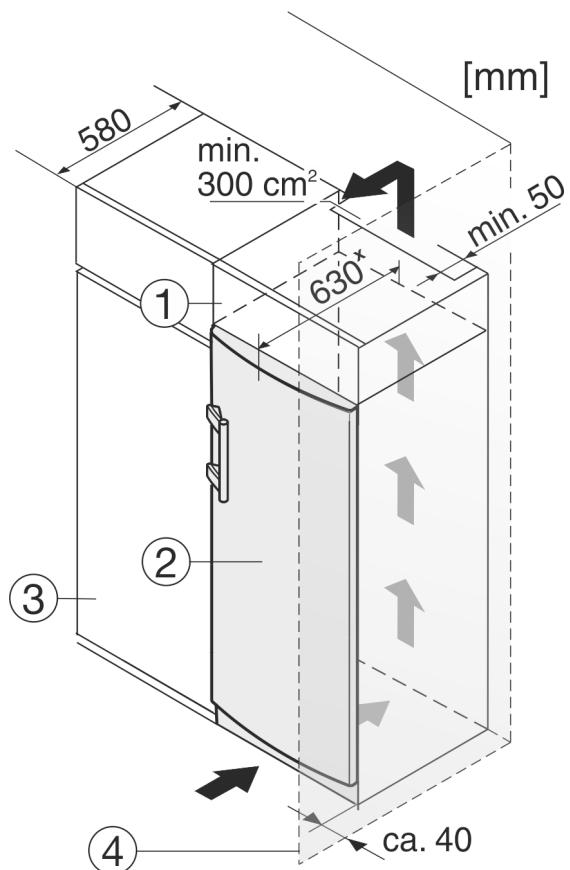

Fig. 10
(1) Viseći ormari
(2) Uredaj
(3) Kuhinjski ormari
(4) Zid
Uredaj se može adaptirati za ugradnju u kuhinjske ormare. Kako biste uređaj Fig. 10 (2) prilagodili visini kuhinjskog namještaja, iznad uređaja možete postaviti viseći ormari Fig. 10 (1).
Kod adaptacije s kuhinjskim ormarama (dubina maks. 580 mm) uređaj se može postaviti izravno uz kuhinjski ormara Fig. 10 (3). Uređaj stoji bočno 34 mm x i u sredini uređaja 50 mm x nasuprot pročelju kuhinjskog ormara.
Kada se uređaj postavlja s okovima pored zida Fig. 10 (4), razmak između uređaja i zida mora iznositi najmanje 40 mm. To odgovara stajanju ručice kod otvorenih vrata.